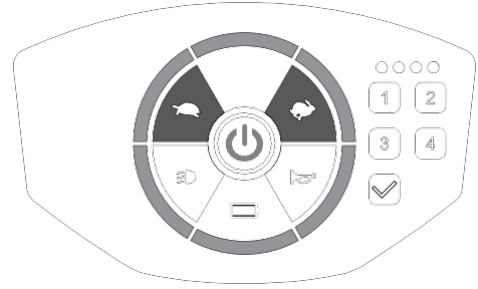

Figura 9
- Pulse el interruptor de alimentación para poner el scooter en el modo de espera de alimentación (luz roja encendida) y, a continuación, mantenga pulsados los botones de aceleración [🏍️]/deceleración [🐢] durante 2 segundos. La luz del panel estará encendida cuando el scooter está listo para el ajuste de la retroiluminación. (Figura 9)